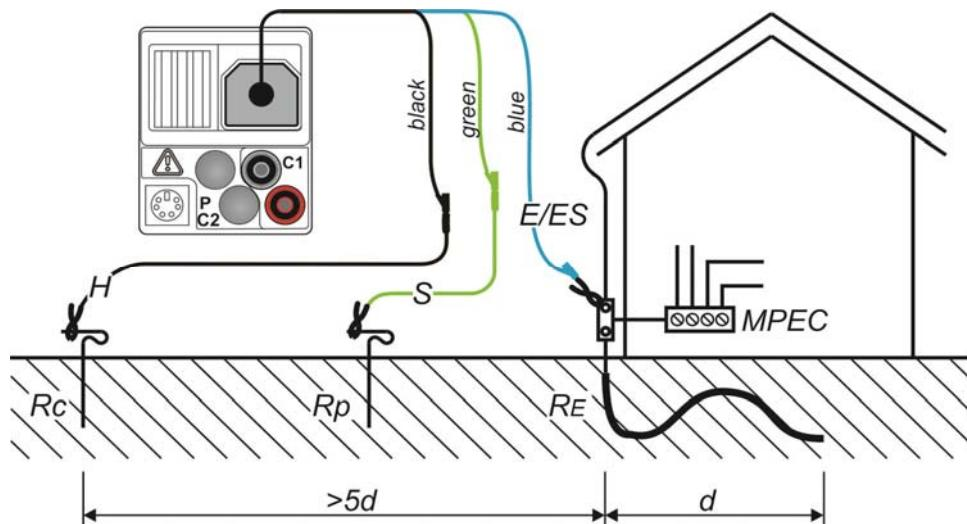
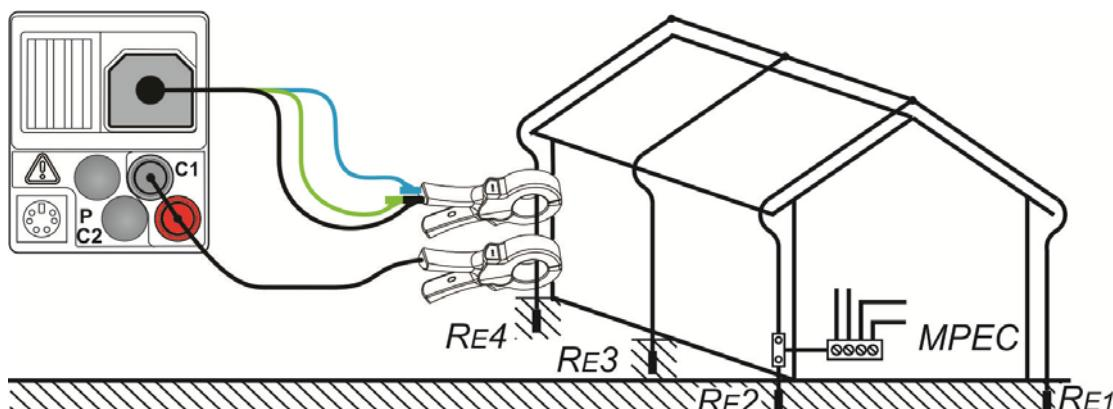

Рисунок 5.36: Сопротивление заземления, измерение сопротивления главной шины заземления здания
Рисунок 5.39: Бесконтактное измерение сопротивления заземления
- **Подсоедините** исследуемый компонент (см. Рисунок 5.36: Сопротивление заземления, измерение сопротивления главной шины заземления здания , Рисунок 5.37: Сопротивление заземления, измерение сопротивления системы молниезащиты и Рисунок 5.39: Бесконтактное измерение сопротивления заземления).